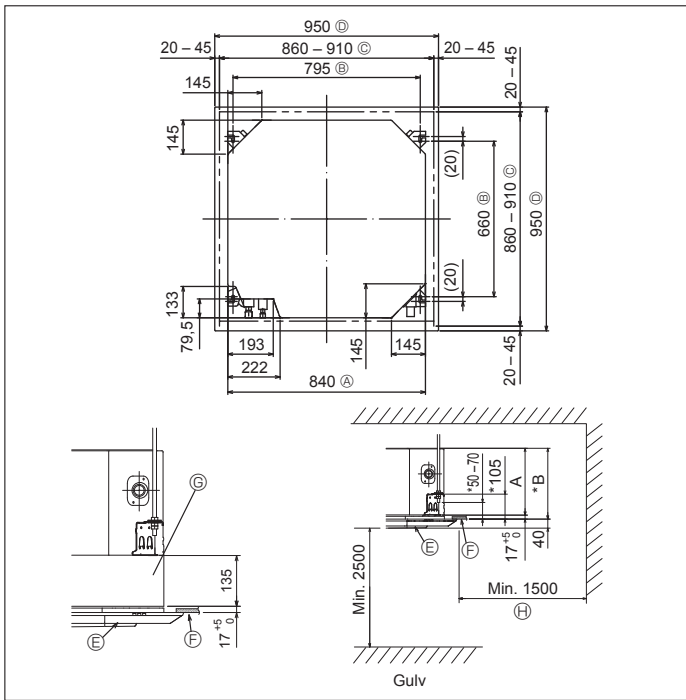

Fig. 3-2
### 3.2. Takåpninger og installasjonssteder for opphengsbolt (Fig. 3-2)
• Dimensjonene på takåpningen kan reguleres innenfor området vist i Fig. 3-2; så sentrer hovedenheten i åpningen i taket, mens du påser at de respektive motsatte sidene på alle sider av klaringen mellom dem blir identiske.